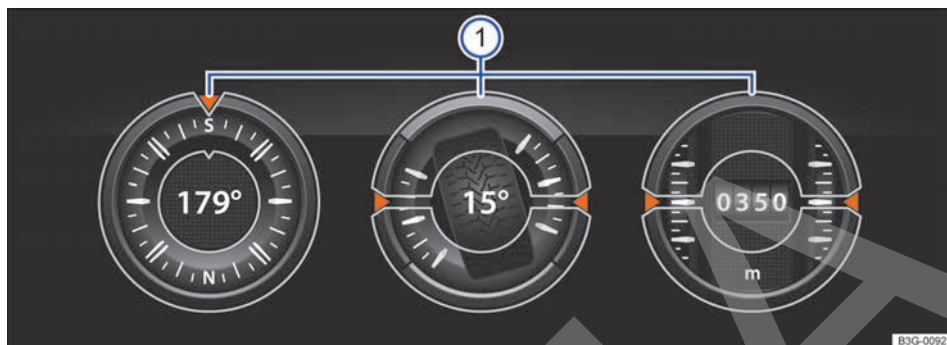

Fig. 193 En el sistema de infotainment: indicador Offroad.
La pantalla puede mostrar simultáneamente 3 instrumentos, como máximo. Todos los instrumentos se pueden seleccionar indistintamente para cualquier área de visualización → fig. 193 ① (izquierda, central y derecha).